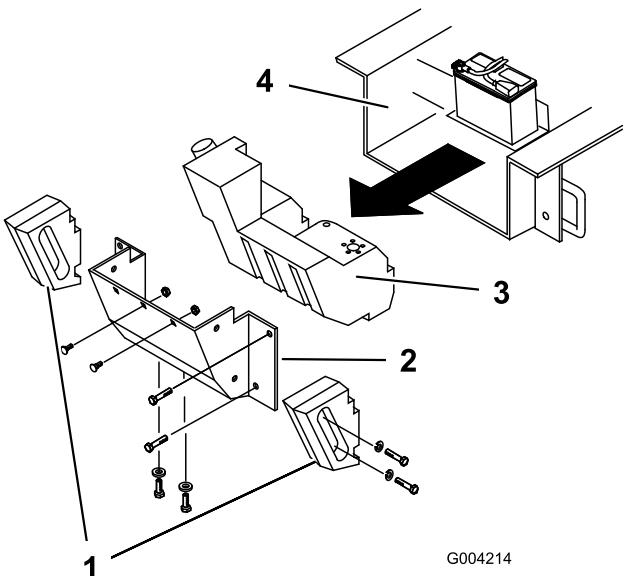

Figura 65
Abra el capó e inspeccione frecuentemente la zona debajo del motor con una linterna. Cuando la acumulación de residuos llegue a 2,5–5 cm de profundidad, realice el procedimiento siguiente (consulte la Figura 65 al realizar este procedimiento):
5. Retire los pernos, las arandelas y las arandelas de freno que fijan los dos contrapesos laterales, y retire los contrapesos (Figura 65).
8. Retire las 6 tuercas y los pernos que fijan el panel trasero; retire el panel (Figura 65).
10. Deslice el depósito de combustible hacia atrás (Figura 65).
17. Introduzca el depósito de combustible parcialmente en el chasis (Figura 65).
23. Vuelva a colocar el panel trasero y fíjelo con los seis pernos y las tuercas que retiró anteriormente (Figura 65).
25. Instale los contrapesos laterales con los pernos, las arandelas y las arandelas de freno que retiró anteriormente (Figura 65).